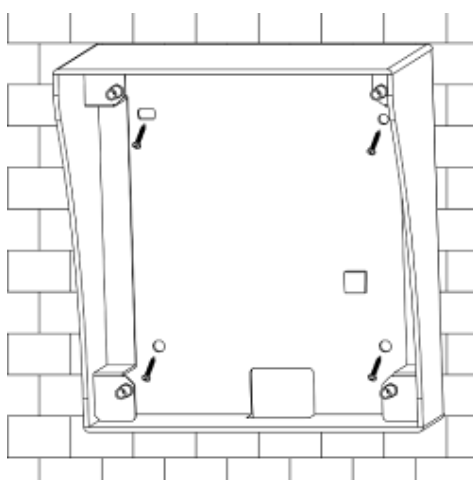

Figure 5-1
- a) Positionnez le support métallique dans une rainure sur le mur. À l'aide de 4 vis de serrage (ST4.2x25), fixez le support métallique sur le mur. Voir Figure 5-1.